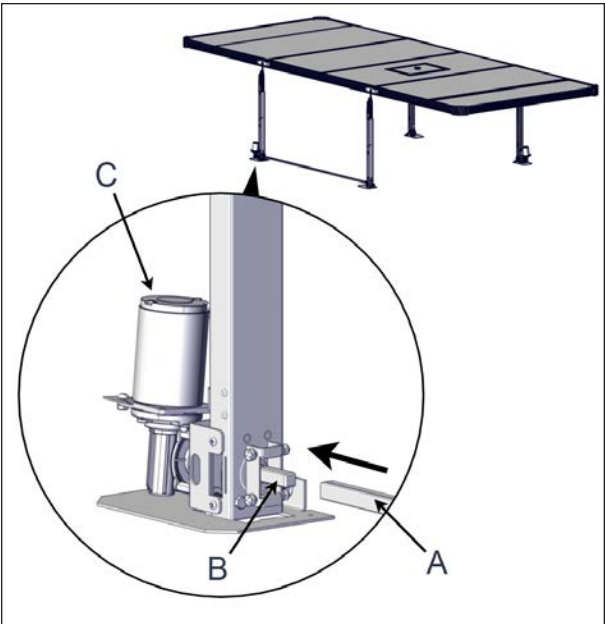

FIGURE 68: INSTALLATION DE L'ARBRE TUBULAIRE SUR L'ARBRE DU VÉRIN MOTORISÉ
2. Insérer l'arbre d'entraînement tubulaire sur l'arbre d'entraînement carré d'un des vérins motorisés, voir Figure 68.